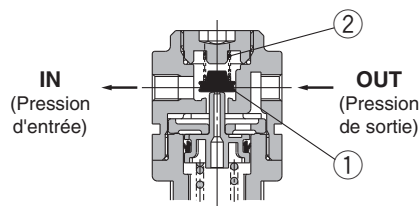

Figure 2
Lorsque la pression à l'admission est supérieure à la pression de réglage, le clapet antiretour fonctionne comme un régulateur normal (Figure 1). Lorsque la pression à l'admission est coupée et évacuée, la pression à l'admission appliquée au clapet ① est perdue. La force d'appui du clapet ① réside dans la force du ressort ② uniquement. Lorsque la vanne ① s'ouvre sous l'effet de la force de sortie, la pression de sortie sera évacuée côté admission. (Figure 2)